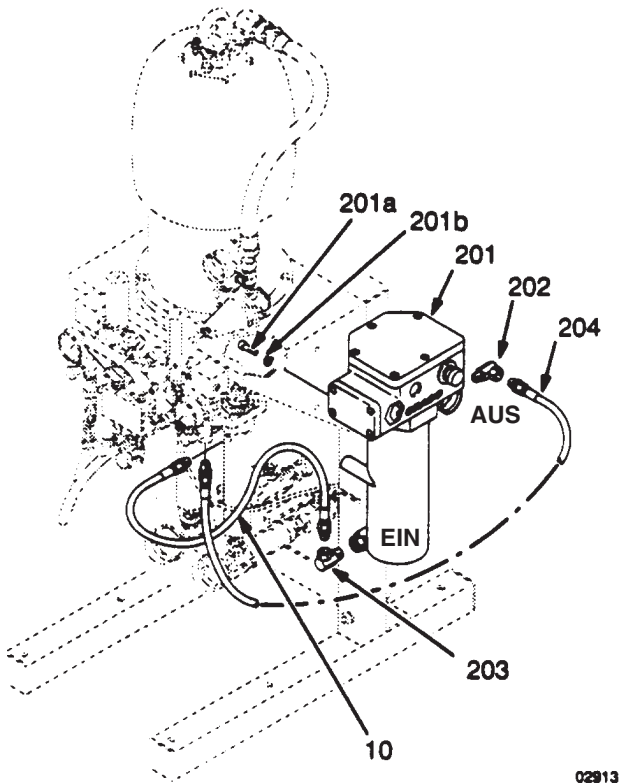

Abb. 6
1. Mutter (BB) und Dichtung (AA) an der Erdungsklemme lösen.
2. Das eine Ende eines 1,5 mm² starken Erdungsdrahts (G) an den Schlitz der Erdungsklemme (CC) einlegen und Mutter fest anziehen. Siehe Abb. 6.
1. An beiden Seiten der Montagehalterung je einen Erhitzer anbringen, dazu die mit jedem Erhitzer mitgelieferten Schrauben (201a) und Federringe (201b) benutzen, siehe Abb. 6.
2. Einen Drehgelenknippel (202) an den Auslass eines jeden einzelnen Erhitzers anschließen. Siehe Abb. 6.
3. Einen Drehgelenknippel (203) am dem Einlass eines jeden einzelnen Erhitzers anschließen. Siehe Abb. 6.
1. Den vorhandenen Härter Schlauch (10B) vom Einlass des Mischventiles (23) abnehmen. Das freie Ende dieses Schlauchs mit dem Drehgelenk (203) am Einlass des Härter Erhitzers verbinden. Siehe Abb. 6.
2. Einen neuen Materialschlauch (204B) zwischen dem Auslass des Härter Erhitzers (202B) und dem Härter Mischventil installieren. Siehe Abb. 6 und 7.